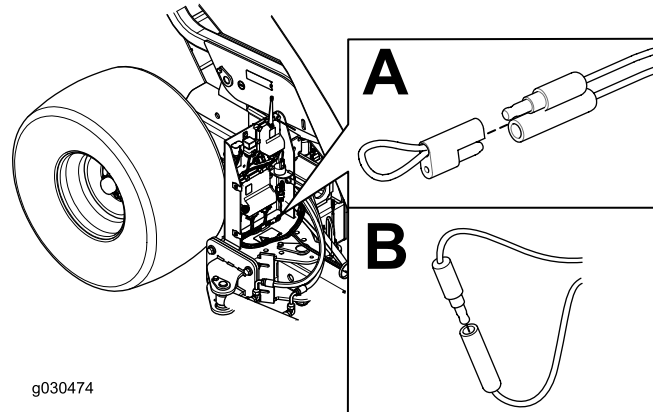

Figure 40
4. Enlevez le bouchon captif des 2 prises shunt de diagnostic (Figure 40, A).
5. Branchez ensemble les prises shunt de diagnostic (Figure 40, B).